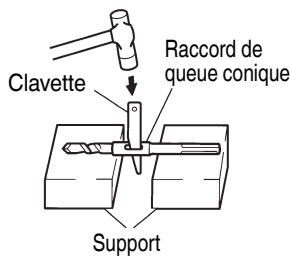

Fig. 22
- (2) Mettre l'appareil sous tension et percer un trou de base.
(3) Après avoir retiré la poussière avec une seringue, fixer le mandrin à la pointe du sabot et l'enfoncer dans le sabot avec un marteau.
(4) Pour retirer la mèche à queue conique, insérer une clavette dans la fente du raccord de queue conique, placer un support sous le marteau rotatif, et frapper sur la clavette avec un marteau. (Fig. 22)